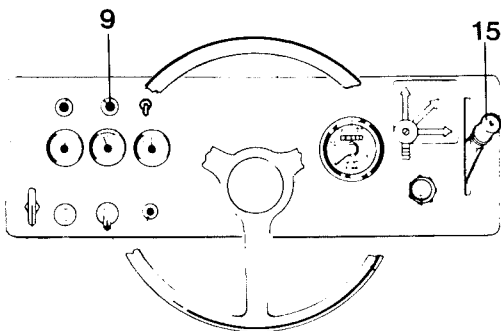

Fig 9
- 3 Lossa parkeringsbromsen (2) genom att föra spaken framåt-nedåt. Varningslampan för parkeringsbromsen (9), fig 9, ska då slockna.